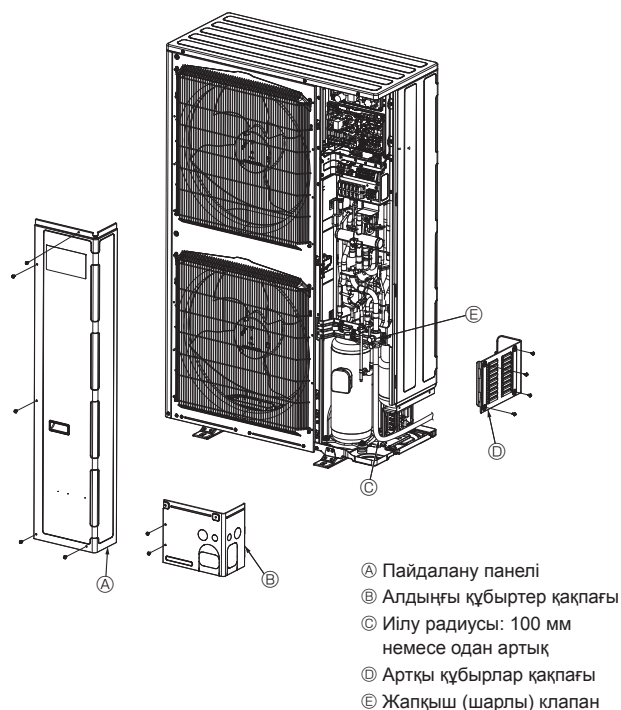

Fig. 4-10
4.4. Суық агент құбырлары (Fig. 4-10)